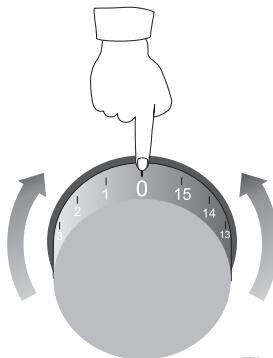

Fig. 8
15. После завершения пользования, всегда устанавливать маховик программатора в положение **0** и закрыть приток воды (см. Рис. 8 и 12).